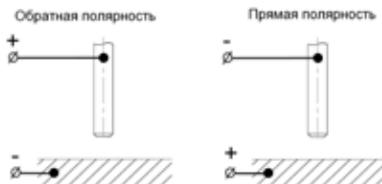

Рис. 9.5. Способы подключения.
**Существует два способа подключения сварочного оборудования для работы на постоянном токе (см. рис. 9.5):**